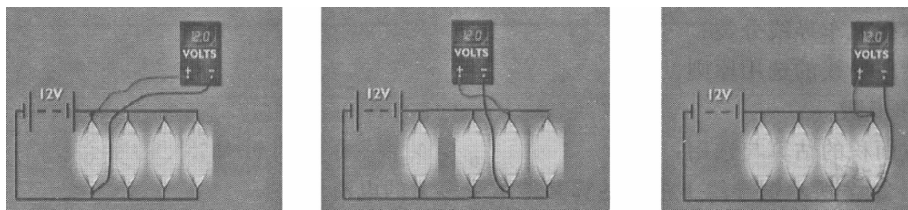

图 3-51 示宽灯电路的检测
(2) 示宽灯电路的检测,如图 3-51 所示,各灯电压的测量步骤如下:
- ① 将万用表调到直流电压 20 V 挡。
- ② 分别测量前示宽灯。
- ③ 分别测量后示宽灯。